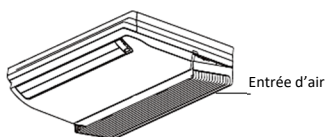

Fig.E1
1. Ouvrez l'entrée d'air (voir Fig.E1).